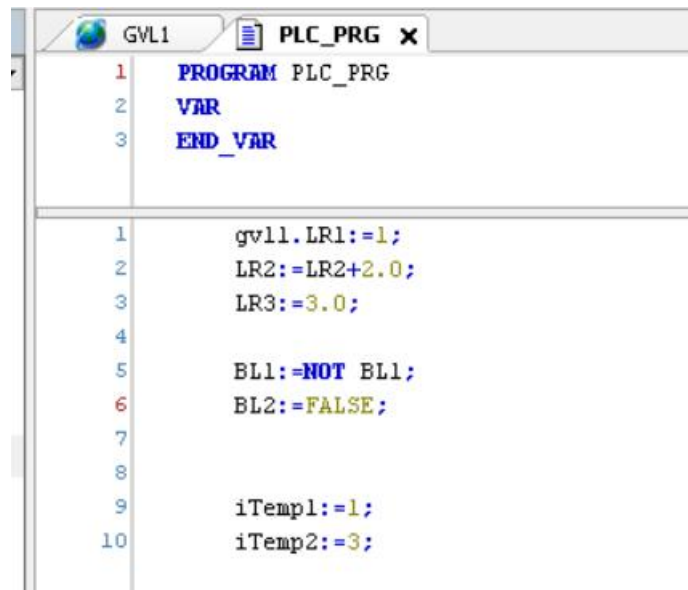

图 13.57 在程序中使用全局变量
- 2) 在程序中使用全局变量(因为未被使用的变量,不会出现在通信列表中), 如图 13.57 所示。